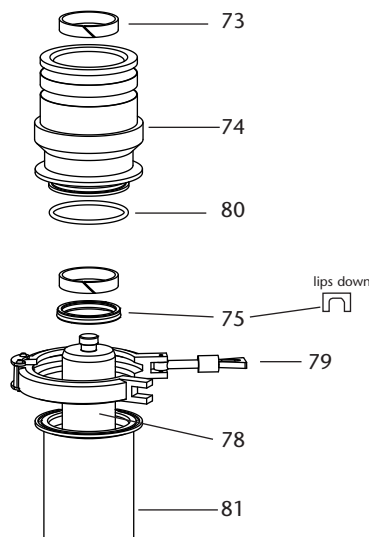

Abb. 16
1. Join the packing rod (78) to connecting rod (83) by: slide the coupling cover (76) onto the connecting rod (83) with the open end of the cover facing the packing rod (81), fit the two couplings (77), one either side so that they fit into the groove in the packing rod (78) and the groove in the connecting rod (83), slide the coupling cover over the couplings, push the spring clip (53) into the hole in the connecting rod until it clips into place and is not easily removed (fig. 16).
2. Fit the guide (73), the O-ring (80) into the gland nut (74). Fit the U-seal (75) with the U facing downwards. Fit the outlet body (81) to gland nut (74) then fit and tighten the clamping ring (79) (fig. 16).
2. Instale los anillos guía (73) y la junta tórica (80). Sitúe el collarín (75) con la U hacia la parte inferior. Una el casquillo portajuntas (74) al cuerpo de salida fluido (81) asegurándolo todo con la abrazadera correspondiente (79) (fig. 16). Introduzca el conjunto vástago y fíjelo mediante el acoplamiento (76, 77).
2. Installez les bagues de guidage (73) et le joint torique (80). Positionner le collier (75) avec le U vers le bas. Joindre la douille porte-joint (74) au corps de sortie produit (81) en fixant le tout avec le collier correspondant (79) (fig. 16). Insérer l'ensemble tige et le fixer à l'aide du raccord (76, 77).
2. Führungsringe (73) und O-Ring (80) einbauen. Positionieren Sie den Kragen (75) mit dem U nach unten. Verbinden Sie die Gelenkhalterbuchse (74) mit dem Flüssigkeitsauslasskörper (81) und sichern Sie alles mit der entsprechenden Klemme (79) (Abb. 16). Stecken Sie den Vorbau ein und fixieren Sie ihn mit der Kupplung (76, 77).